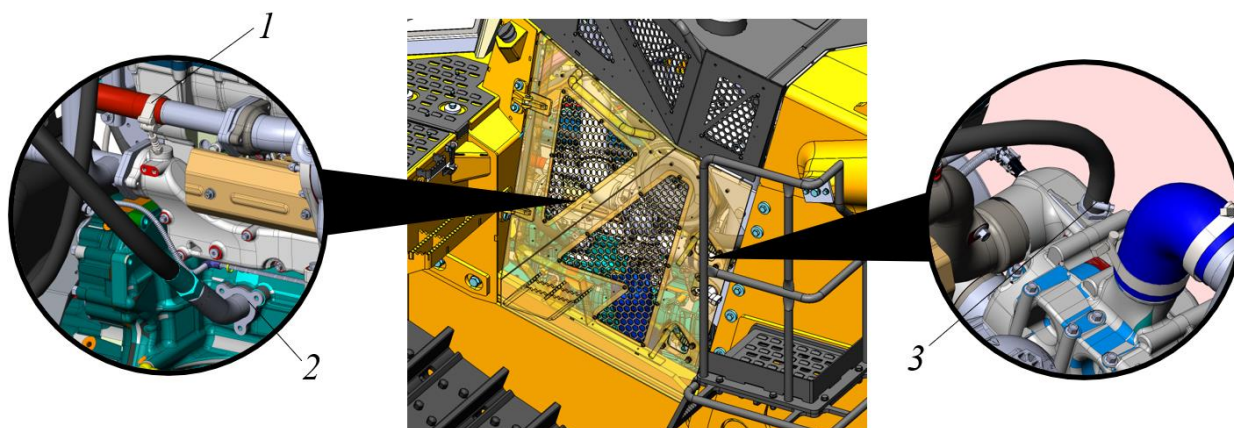

Рисунок 5.81. Соединение ПЖД с двигателем
- ▶ Открыть правую створку капота, осмотреть соединения на герметичность (подключение к двигателю поз 1 и 2, см. рис. 5.81.)